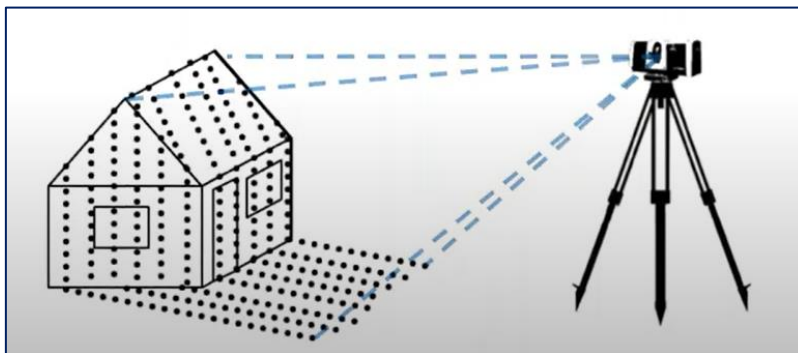

Figura 2. Escaneo láser 3D terrestre
- Escáner láser terrestre (TLS) (Figura 2)